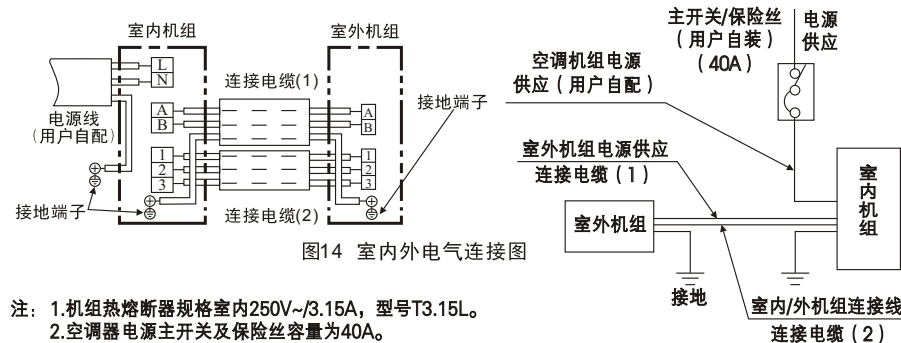

图14 室内外电气连接图
- (1) 用附件④及⑮连接电缆按接线图要求正确地连接室内外机组，绝对不可连接错误（如图14）。
- (2) 连接电缆必须用室内外机组上的附属电线压板压紧。
· 接地线必须根据图14所示用连接电缆中黄/绿色导线接至带有“⊕”标记的接线端子上。